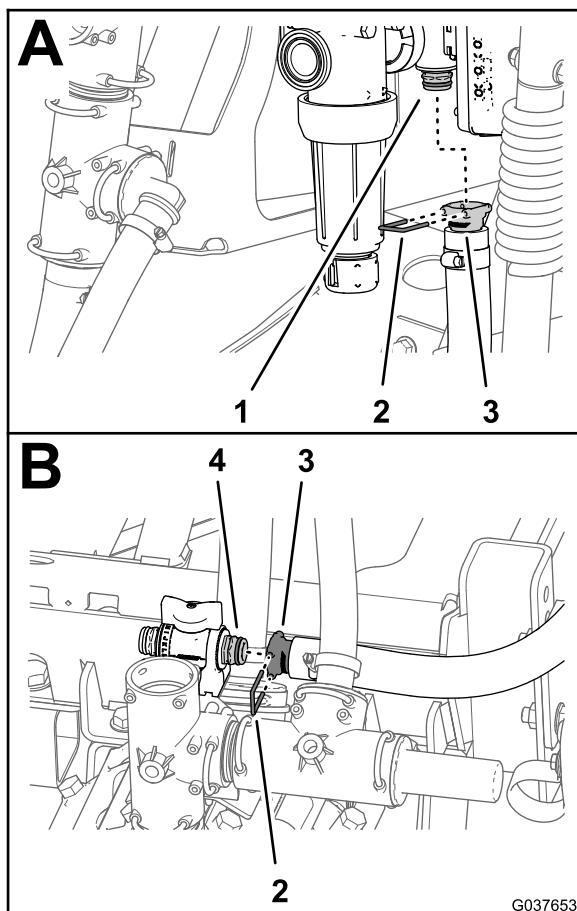

图54
- 使用随软管提供的卡环将搅拌供水软管的直通宝塔接头1 x 33-1/2 英寸安装到搅拌节流阀的快速联轴器上 图54。
3. 使用随软管提供的卡环将搅拌供水软管的直通宝塔接头安装到搅拌节流阀的快速联轴器上 图54。